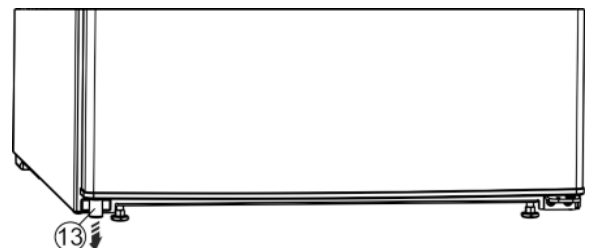

Fig. 5
- ▶ Извлеките распорную деталь Fig. 5 (13) из двери внизу слева.